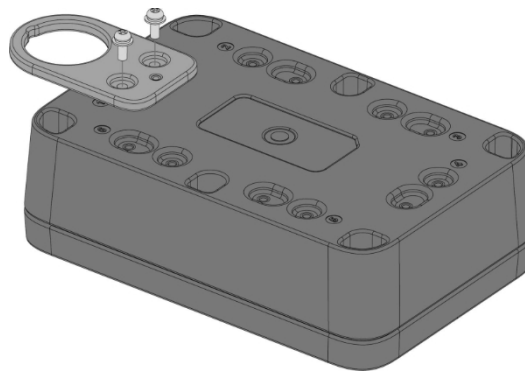

Abbildung 42: Befestigung der Haken-Schlaufen-Halterung am Gehäuse
2. Befestigen Sie die mit dem Buchstaben J gekennzeichnete Haken-Schlaufen-Halterung mit zwei (2) M3*8-mm-Kopfschrauben mit Unterlegscheibe an der Gehäusehalterung befestigen. Platzieren Sie sie an der festen Position Nr. 1 oder 4 des Gehäuses, wie in Abbildung 42 dargestellt.